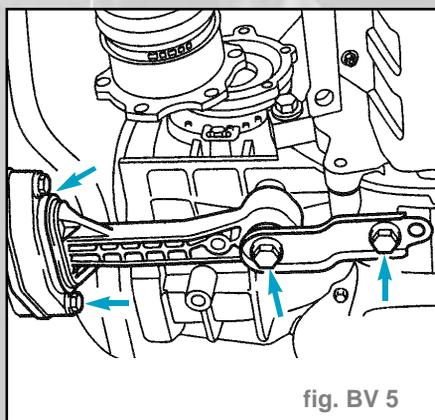

fig. BV 5
- Dévisser l'appui oscillant (flèches) (fig. BV 5).